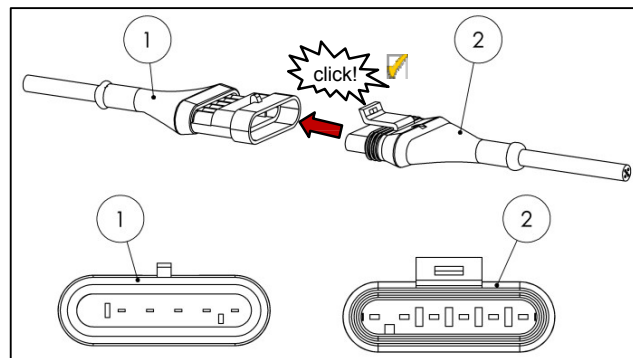

Fig. 47
- Inserte el conector del panel de control (1) en el conector de la unidad de control (2) (vea Fig. 47).